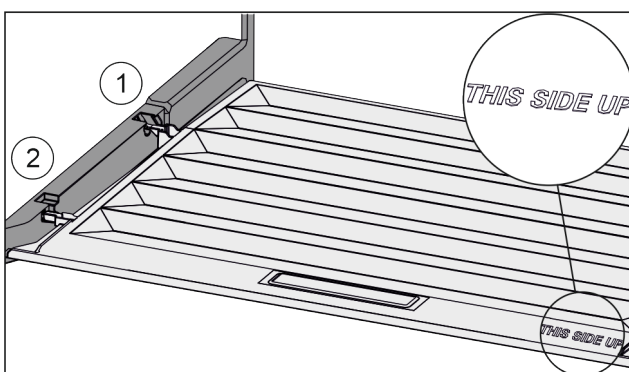

Fig. 153
- ▶ Вставити поперечні ребра через отвір заднього тримача Fig. 153 (1) і зафіксувати спереду у тримачі Fig. 153 (2).